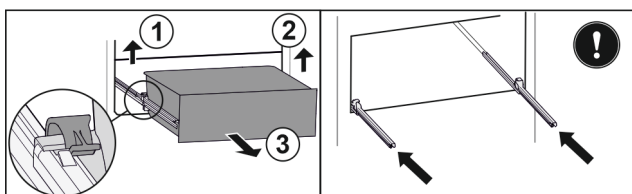

Fig. 110
- ▶ Nadvihnite ľavú svorku a súčasne ťahajte zásuvku vľavo dopredu. Fig. 110 (1)
- ▶ Nadvihnite pravú svorku a súčasne ťahajte zásuvku vpravo dopredu. Fig. 110 (2)
- ▶ Odoberte zásuvku dopredu. Fig. 110 (3)